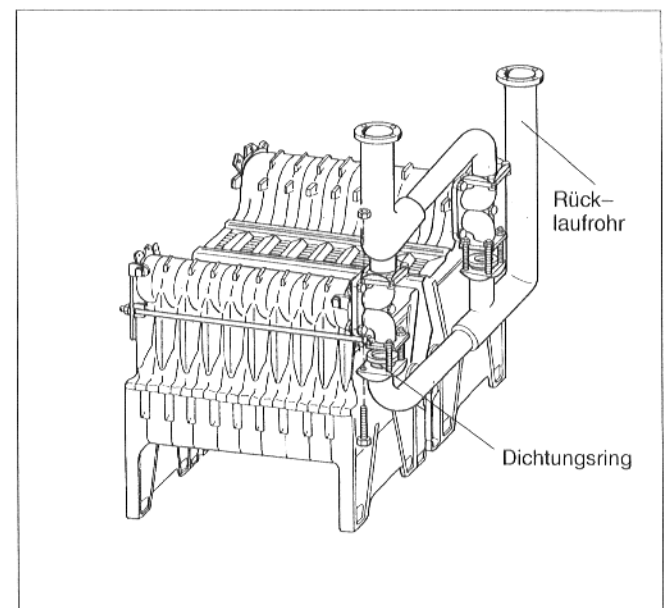

Abb. 11: Version Ringdrosselklappe
- Rücklaufrohr locker (diagonal mit 1 oder 2 Schrauben und Muttern) an den Anschlußflansch anschrauben (Abb. 11)
- Dichtungsringe auf die Flansche des Rücklaufrohres auflegen (Abb. 11).